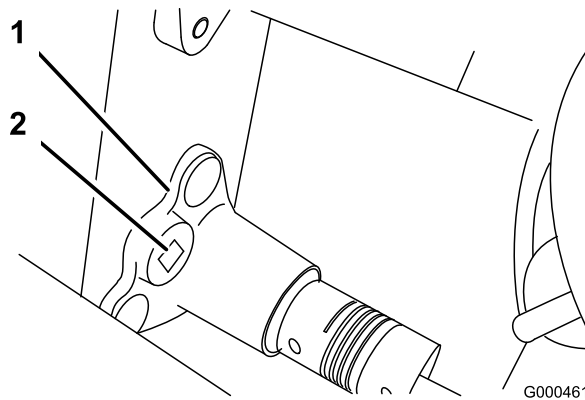

Figura 39
- B. Servindo-se de uma chave de aperto de 3/8 de polegada, rode a caixa de mancal com uma torção de 4–4,5 Nm para ajustar a tensão da correia (Figura 39).